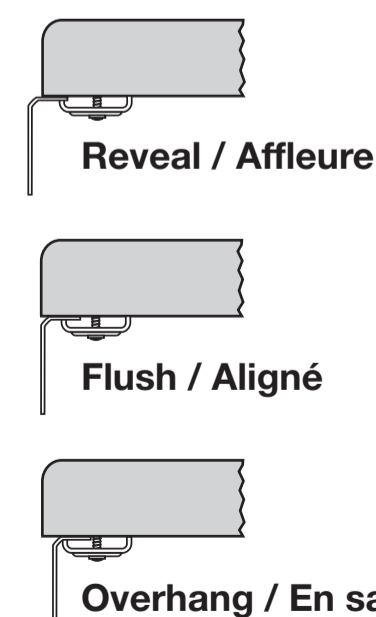

Fig. 1
**IMPORTANT:** This BLANCO undermount template provides a 1/8" reveal (or ledge) around the sink opening. Alternate options are possible i.e. flushmount and negative reveal. (See fig 1). We recommend the consumer and fabricator decide on the cut-out opening before the cut-out is made.
**IMPORTANT :** Le présent gabarit pour éviers à montage sous plan de travail prévoit un appui (ou débord) de 1/8 po autour de l'ouverture de l'évier. D'autres options sont possibles : montage aligné et en saillie (Voir la figure 1). Nous recommandons au consommateur et à l'assembleur de décider de l'ouverture avant de la découper.